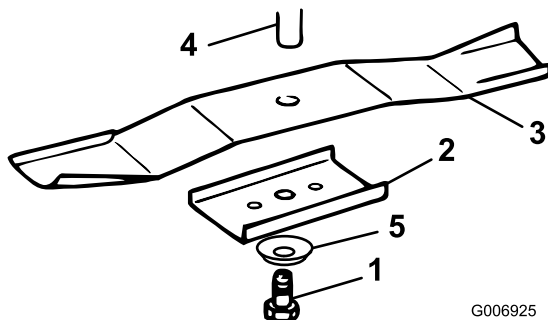

Figure 34
- Enlevez le boulon (clé de 16 mm [5/8"]), la rondelle bombée, le porte-lame et la lame (Figure 34). Pour enlever le boulon, bloquez éventuellement la lame en introduisant une cale en bois entre la lame et le carter de tondeuse.
- Montez chaque lame, le porte-lame, la rondelle bombée (face concave vers la lame) et le boulon de lame (Figure 34).